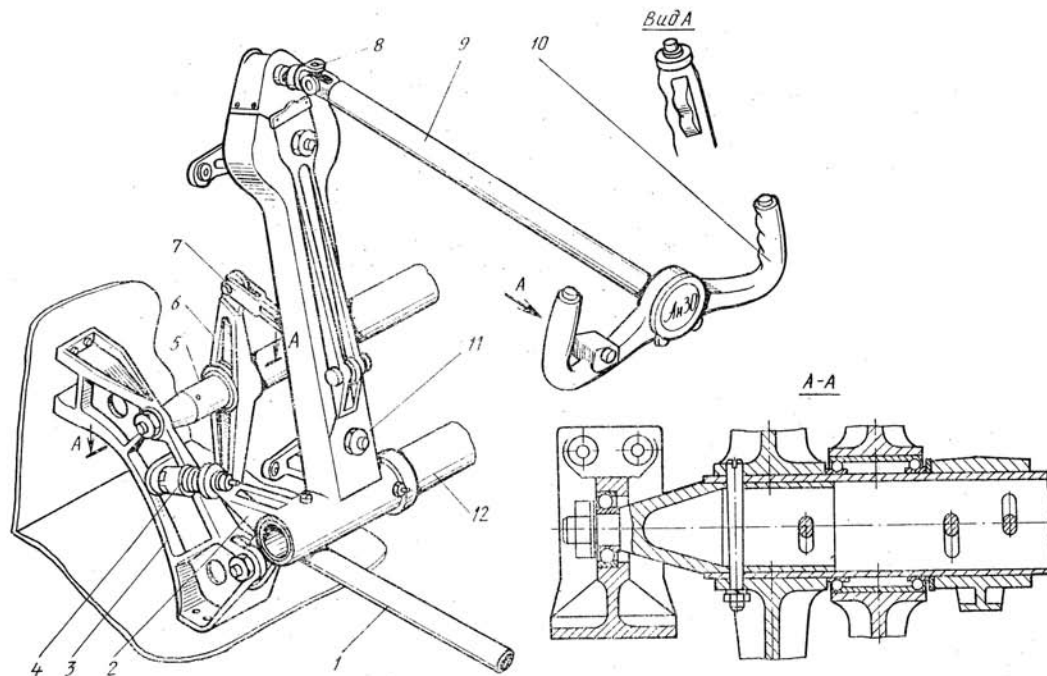
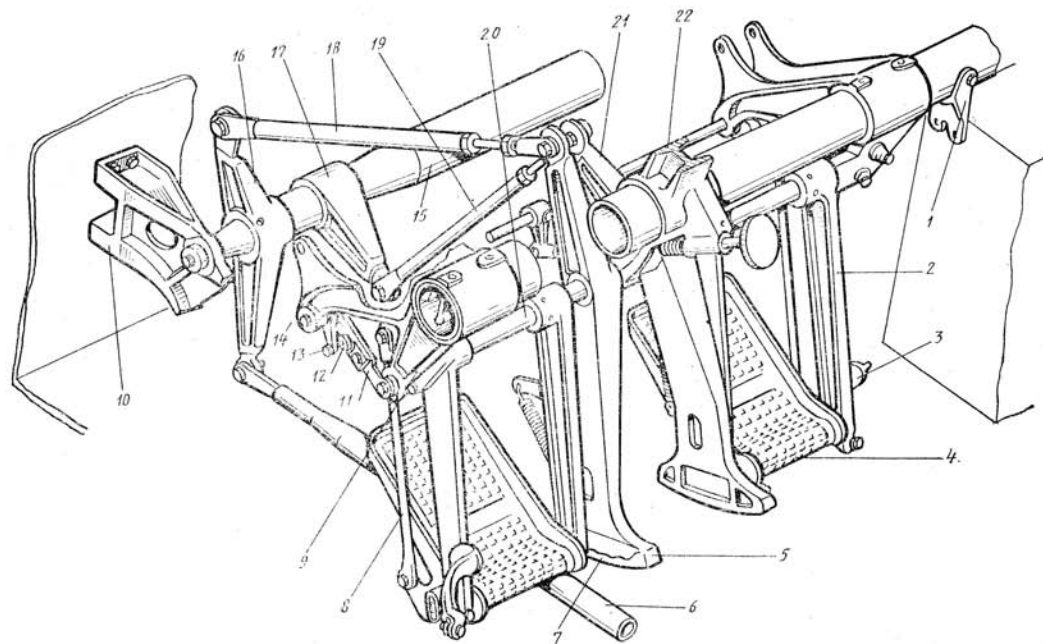

Рис. 37. Детали управления рулем высоты:
Рис. 38. Детали управления рулем направления:
1.2. Проверьте плавность хода органов управления при отклонении штурвальной колонки в крайнее переднее положение (от себя) и в крайнее заднее положение (на себя). Заедания при отклонении колонки не допускаются. При отклонении штурвальной колонки в ту или иную сторону педали должны оставаться неподвижными.	необходимо проверить механизмы стопорения и произвести их регулировку. Если имеются заедания при отклонении колонки, найдите причину и устраните неисправность. Если при отклонении штурвальной колонки перемещаются и педали, проверьте состояние подшипников качалки 6 (рис. 37) на валу синхронизации педалей, для чего: — снимите левую и среднюю приборные панели; — расшплинтуйте и отверните гайки крепления всех тяг к качалкам, установленным на валу синхронизации 15 (рис. 38), снимите шайбы, выньте болты. Отсоедините тяги от качалок; — расшплинтуйте и отверните гайки крепления вала 15 к кронштейнам 10, снимите шайбы; — отверните гайки крепления левого кронштейна 10 к конструкции самолета, снимите
те шайбы, выньте болты. Снимите кронштейн 10; — придерживая вал 15 рукой, отведите его влево для обеспечения доступа к качалкам 6 (см. рис. 37) и 16 (см. рис. 38); — расшплинтуйте и отверните гайки крепления качалки 16 (см. рис. 38) к валу 15, снимите шайбы, выньте болты. Снимите качалку 16 с вала 15; — промойте подшипники качалки 16 в бензине для промышленно-технических целей (при необходимости замените их), смажьте подшипники смазкой ЦИАТИМ-201; — установите качалку 16 на вал 15, наденьте на вал защитную шайбу; — установите качалку 6 (см. рис. 37) на вал 15 (см. рис. 38) и закрепите ее, вставив болты, надев шайбы, навернув и зашплинтовав гайки; — придерживая вал 15 рукой, установите его правый конец в правый кронштейн 10;